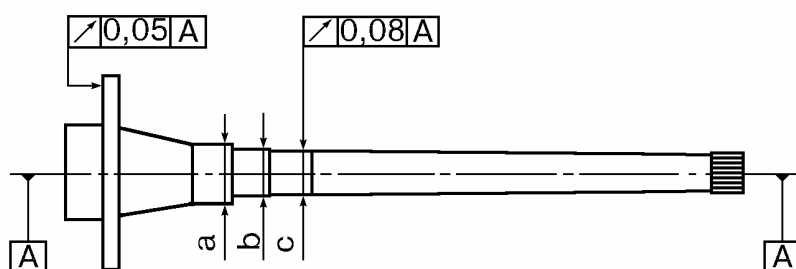

Рис.7. Контроль полуоси.
- диаметры посадочных поверхностей полуоси, рис.7, в соответствии с табл.4 (микрометр МК 50-1 ГОСТ 6507);